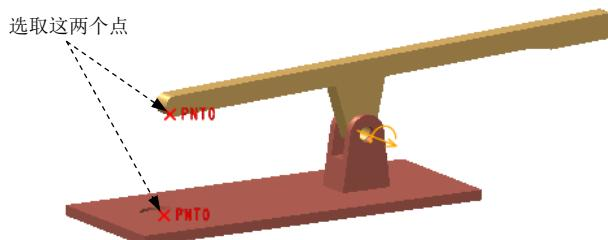

图 6.5.6 选取参考对象
- (1) 选择命令。单击 **插入** 区域中的“弹簧”按钮 ，系统弹出“弹簧”操控板。
- (2) 定义弹簧类型。在操控板中按下“延伸/压缩弹簧”按钮 .
- (3) 选取参考对象。在操控板中单击 **参考** 按钮，按住 Ctrl 键，选取图 6.5.6 所示的两个基准点为参考对象。